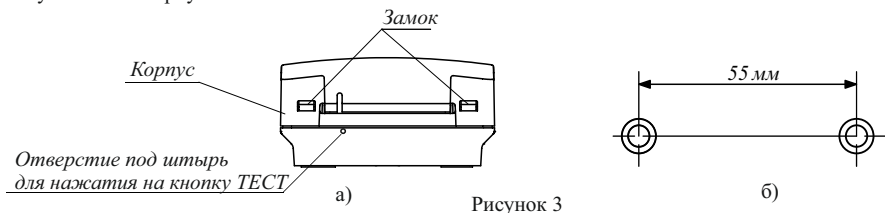

Рисунок 3
- отсоединить корпус от основания, нажав отверткой на замки внизу корпуса (рисунок 3 а). Кнопка УДП при этом должна быть в ненажатом положении.
- в соответствии с проектом произвести разметку места установки УДП (рисунок 3 б), просверлить два отверстия и вставить дюбели под шуруп диаметром 4 мм;